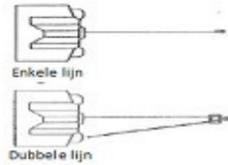

Figure 1
2. **Ne pas surcharger le treuil. Pour les charges supérieures à 1000Lbs/454 Kg. nous recommandons notre poulie optionnelle pour doubler le câble. (fig. 1)**